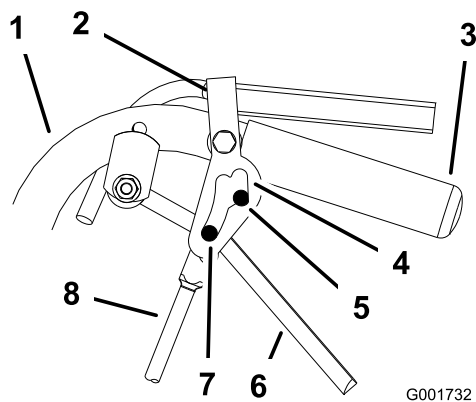

Figure 41
- Déverrouillez et verrouillez le point mort en vérifiant que la roue ne tourne pas (Figure 41). Continuez cette procédure jusqu'à ce que la roue arrête de tourner.